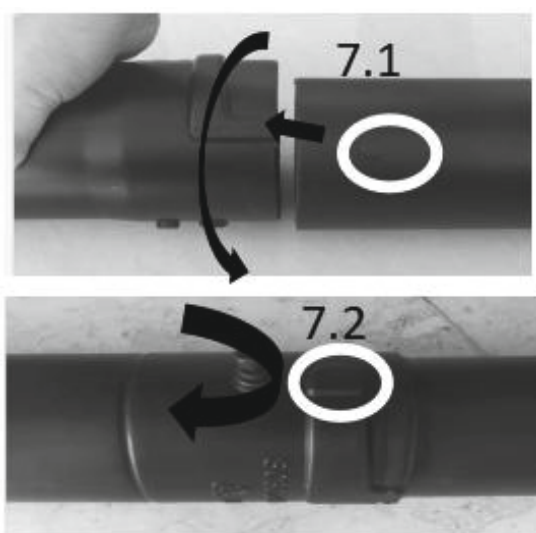

Рисунок 7
- совместите вторую вакуумную трубку с выступом первой трубки, нажмите на нее и поверните на 90° по часовой стрелке, чтобы зафиксировать трубку на своем месте, и затяните винт. Трубка садового пылесоса собрана (рис.7).